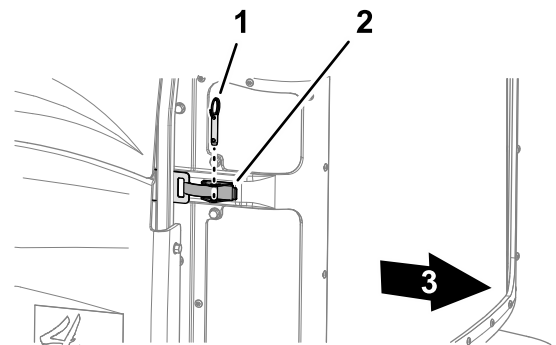

Figura 67
2. Retire el pasador de bola del cierre de la rejilla (Figura 67).